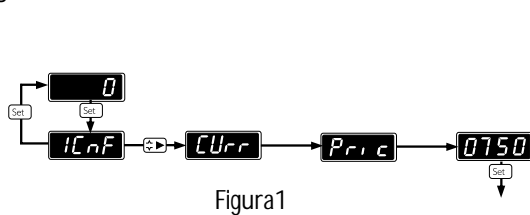

Figura 1
1) Introducimos el valor del primario de intensidad, disponemos de 4 dígitos, por lo que buscamos una indicación de 75.0, que sin tener en cuenta el punto decimal es 750, procederemos a programar este valor (figura 1).